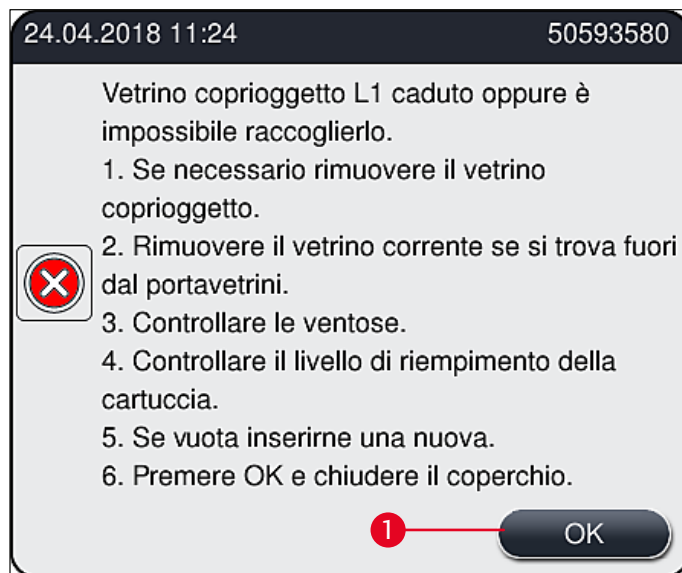

Fig. 110
Se il **modulo Pick&Place** perde un vetrino coprioggetto durante il trasferimento verso il vetrino o se il **modulo Pick&Place** non è in grado di rimuovere un vetrino coprioggetto dalla cartuccia dei vetrini coprioggetto dopo 3 tentativi, l'utente viene avvisato del problema con un messaggio di errore (→ Fig. 110).
- ① Se viene visualizzato questo messaggio (→ Fig. 110), l'utente deve prima controllare se sia stato perso un vetrino coprioggetto durante il trasferimento verso il vetrino o se il **modulo Pick&Place** non fosse in grado di agguantare un vetrino coprioggetto dalla cartuccia dei vetrini coprioggetto.